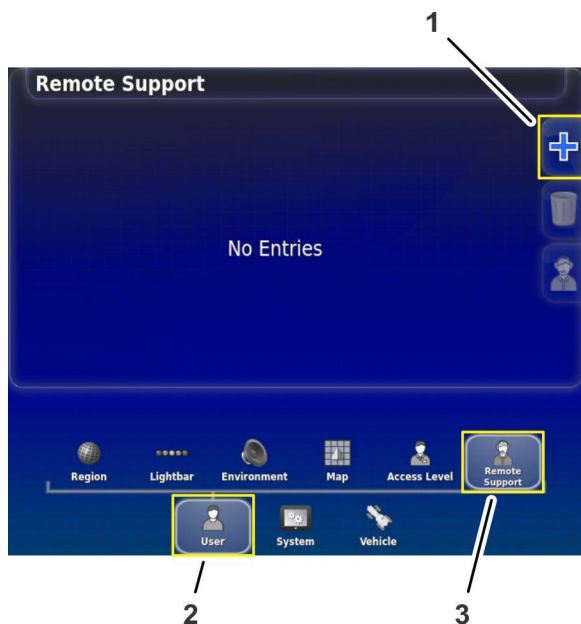

Figura 212
2. Nella schermata Configurazione, premete l'icona UTENTE e premete l'icona SUPPORTO REMOTO (Figura 212).
4. Se nella finestra Supporto remoto non compaiono immissioni di assistenza, premete l'icona AGGIUNGI ASSISTENZA (Figura 212).